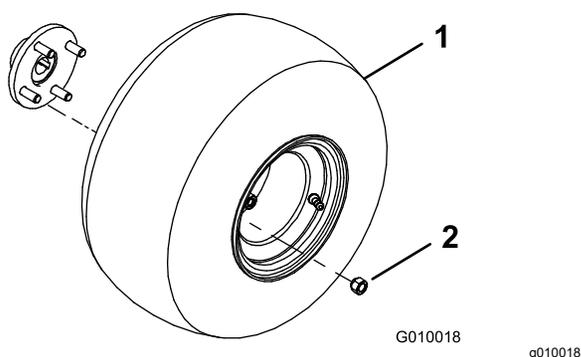

Figure 3
2. Montez une roue sur chaque moyeu de roue arrière (Figure 3).
3. Installez les écrous de roues (Figure 3) et serrez-les à un couple de 61 à 75 N·m